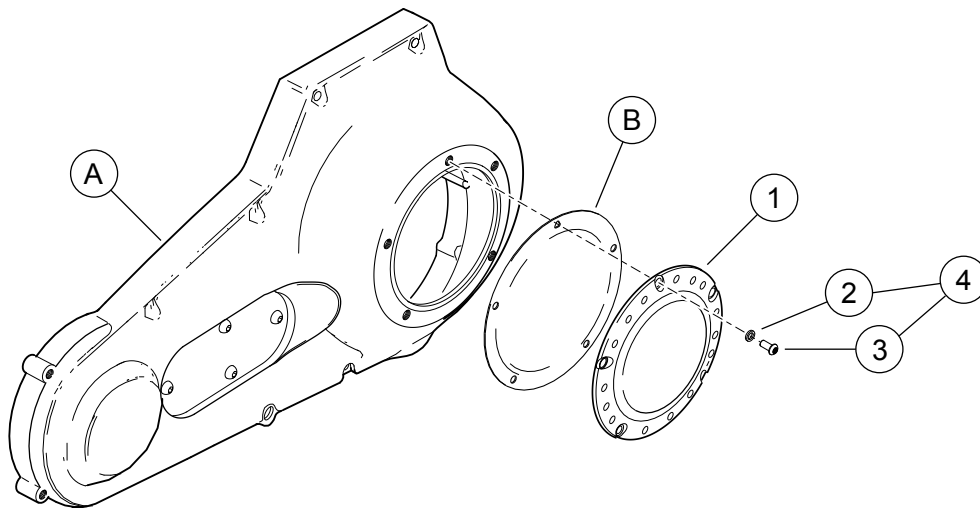

Abbildung 2. Ersatzteile: Billet-Kupplungsinspektionsdeckelsatz, verchromt
Siehe Abbildung 2 und Tabelle 1.
- b. Siehe Abbildung 2. Eine Unterlegscheibe (2) aus dem Satz auf eine der **neuen** Schrauben (3) aufstecken. Das Gewinde der Schraube in das obere Loch im Kupplungsinspektionsdeckel einführen und die Schraube behutsam durch das dreieckige Loch in der Dichtung hindurchdrehen. Die Schraube nicht gewaltsam durch das Loch zwingen.